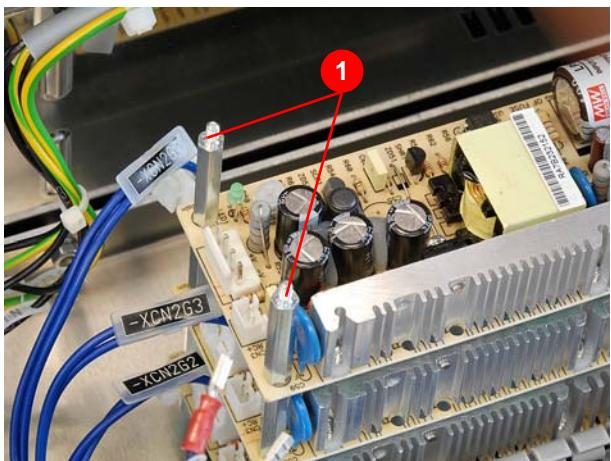

Abbildung 8.94 Netzteile demontieren
4. Bolzen (1) (Abbildung 8.94) entfernen und Netzteil entnehmen.